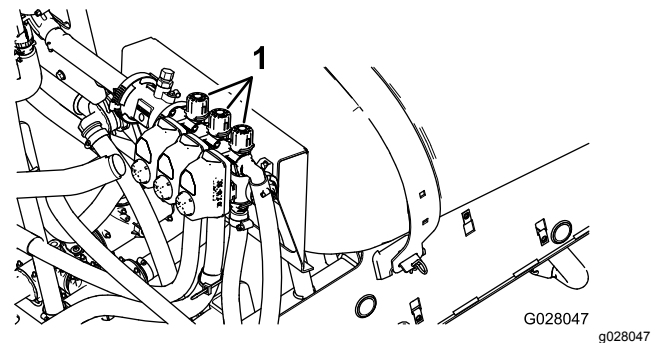

Bild 29
- Stellen Sie den linken Ausleger ab und stellen das Handrad für das Auslegersicherheitsventil (Bild 29) ein, bis der Druck am vorher angepassten Niveau (normalerweise 2,75 bar) liegt.
- Stellen Sie das Handrad des rechten Auslegersicherheitsventils (Bild 29) ein, bis der Druck am vorher angepassten Niveau (normalerweise 2,75 bar) liegt.
- Stellen Sie das Handrad des mittleren Auslegersicherheitsventils (Bild 29) ein, bis der Druck am vorher angepassten Niveau (normalerweise 2,75 bar) liegt.